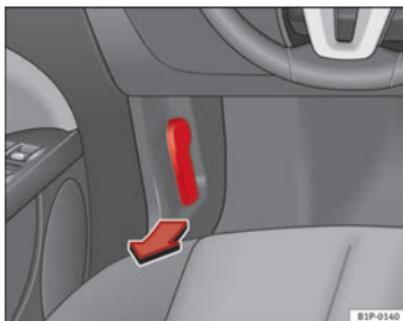

Fig. 142 Pormenor da zona dos pés do lado do condutor: manípulo para a destrancagem do capot do motor.
- Puxe o manípulo que se encontra por baixo do painel de instrumentos ⇒ Fig. 142 no sentido indicado pela seta. O capot fica destrancado pela acção da mola ⇒ ⚠.